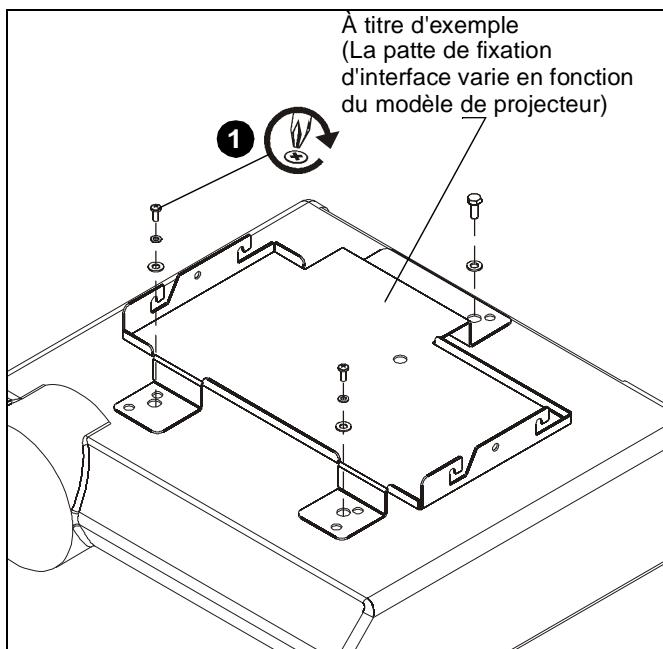

Figure 2
- Fixez la patte de fixation au VCM en suivant les instructions d'installation et en utilisant le matériel fourni avec la patte de fixation. (Voir la Figure 2)